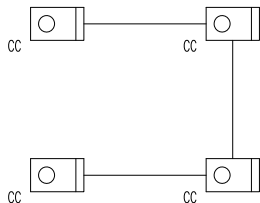

图 8-85 打开素材
**01** 按 Ctrl+O 组合键, 打开配套光盘提供的“第 8 章/ 8.5.4 管线文字.dwg”素材文件, 结果如图 8-85 所示。